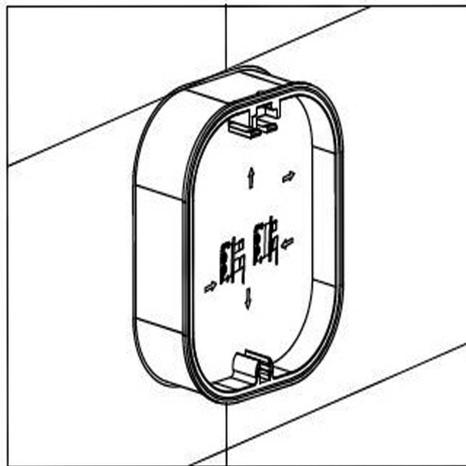

Bild 1
- Nach der Installation der Unterputz-Box und Prüfung auf Dichtheit (Bild 1) ist das Wasser abzustellen.